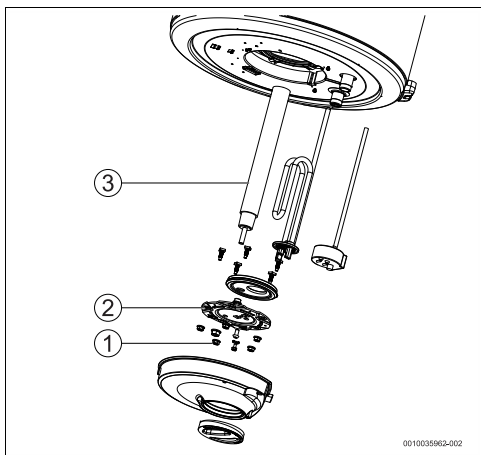

Fig. 16 Accesul în camera interioară și marcajul pieselor
- ▶ Desfaceți piulițele de fixare de pe flanșă (Fig. 16, [1]).
- ▶ Scoateți flanșa (Fig. 16, [2]).